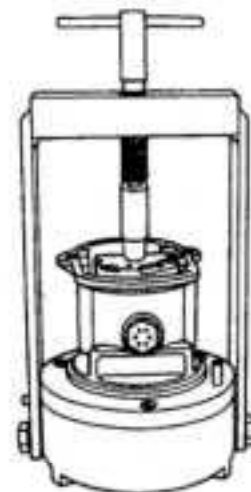

Figure 7.2.1
- Placer l'outillage came et rotor T-151 au bout de l'arbre de rotor et tourner la poignée en T jusqu'à ce que l'arbre s'insère dans le corps de la magnéto. (Voir figure 7.2.1)